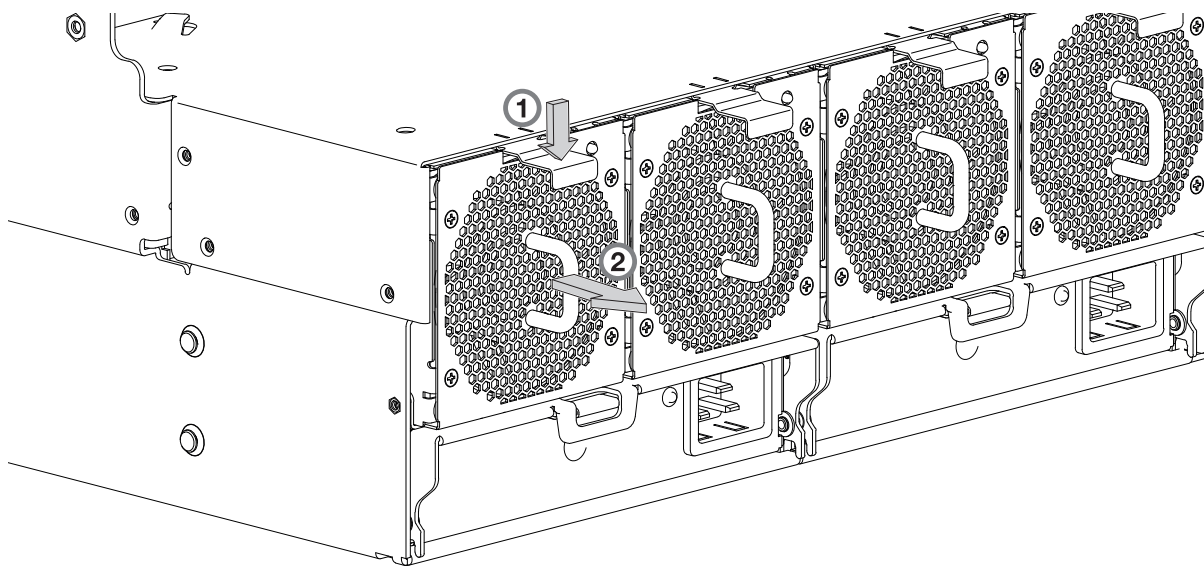
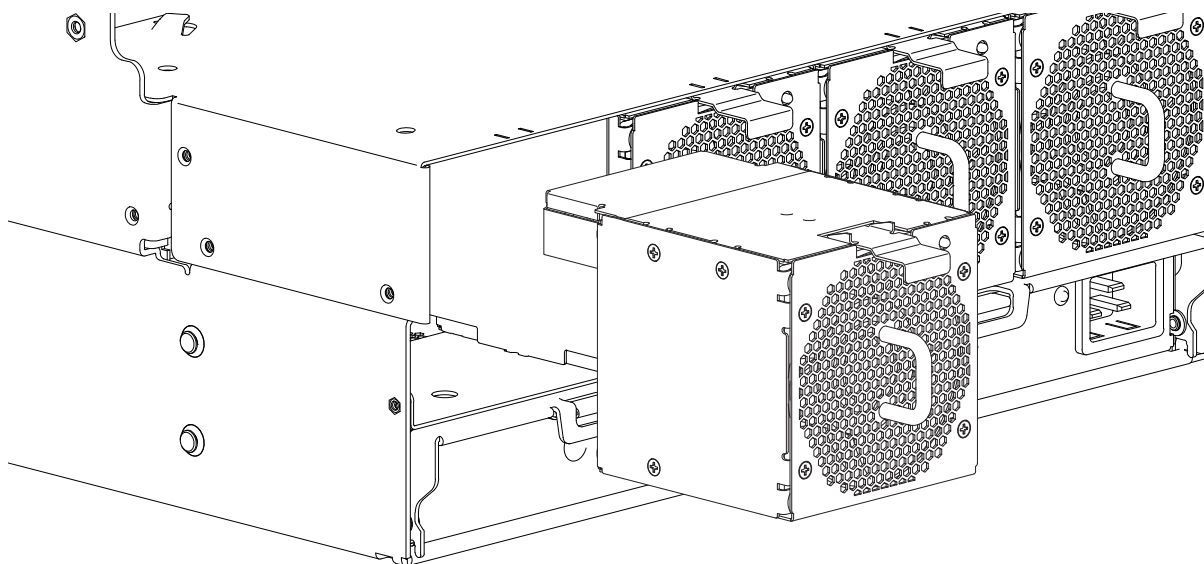

図 64. システム・ファンの取り外し (1/2)
図 65. システム・ファンの取り外し (2/2)
1. ラッチ・タブを押し下げてファンをロック位置から解放します。 図 64 の細目番号 1 を参照してください。
2. ファン・モジュール・ハンドルをつかんで、ファンをスロットから慎重に引き出します。 図 65 の細目番号 2 を参照してください。
この手順を実行する際には、85 ページの図 64 および 85 ページの図 65 を参照してください。ただし、ここではモジュールを（取り外すのではなく）スロットに挿入するため、矢印の向きは無視してください。
2. 85 ページの図 65 に示されているように、スロットに挿入する位置にシステム・ファン・モジュールを合わせます。